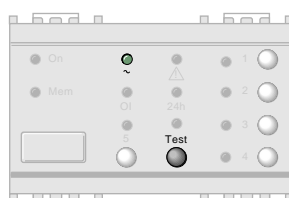

Fig. 46
- Memorizzare uno o più telecomandi eseguendo le operazioni indicate al paragrafo "Memorizzazione dei codici dei telecomandi". Premere il tasto TEST per uscire dalla funzione "Gestione telecomandi" (Fig. 46).